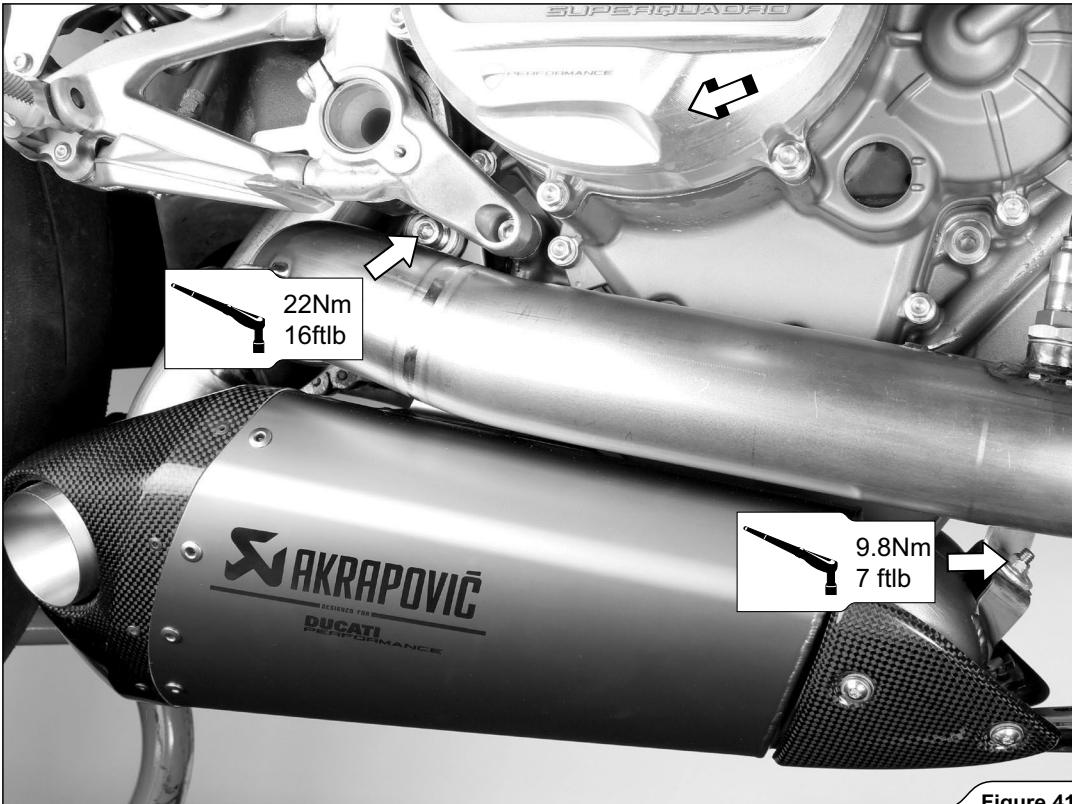

Figure 41
11. Aligner les silencieux et les tuyaux par rapport au motocycle et serrer les silencieux sur le motocycle, en utilisant les boulons et les écrous d'origine (Figure 41).
11. Die Schalldämpfer und die Rohre dem Motorrad gegenüber auf Flucht ausrichten, dann die Schalldämpfer am Motorrad mit den Original-Schrauben und Muttern anziehen (Figure 41).